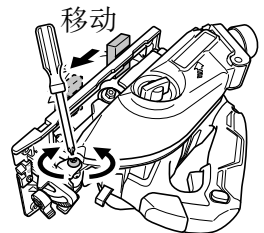

图 24
- (4) 将已标记的木片移动至底座前端，调整平行度调节旋钮，使底座边缘与标记对齐（图 24）。